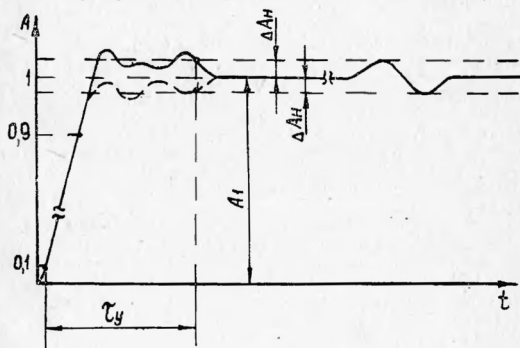

Рис. 8.
12.3.3.4. Определение параметров переходной характеристики — время нарастания переходной характеристики (t_r , рис. 8) тракта вертикального отклонения определяется во всех калиброванных положениях переключателя «V/ДЕЛ» путем подачи на вход тракта вертикального отклонения среднего испытательного импульса от генератора ТР-0306 (длительность не менее 35 нс).
— проверка величины выброса на переходной характеристике (AA рис. 8) тракта вертикального отклонения производится во всех калиброванных положениях переключателя «V/ДЕЛ» путем подачи на вход тракта вертикального отклонения среднего испытательного импульса от генератора ТР-0306 (длительностью не менее 35 нс). Проверка производится импульсами положительной или отрицательной полярности.
— проверка неравномерности переходной характеристики (AA^н рис. 8) производится во всех положениях переключателя «V/ДЕЛ» путем поочередной подачи на вход тракта вертикального отклонения длительного испытательного импульса от генератора ТР-0306 (длительность не менее 87,5 нс).
— проверка времени установления переходной характеристики (τ_y рис. 8) производится во всех калиброванных положениях переключателя «V/ДЕЛ» путем подачи на вход тракта вертикального отклонения длительного испытательного импульса от генератора ТР-0306 (длительность не менее 87,5 нс).